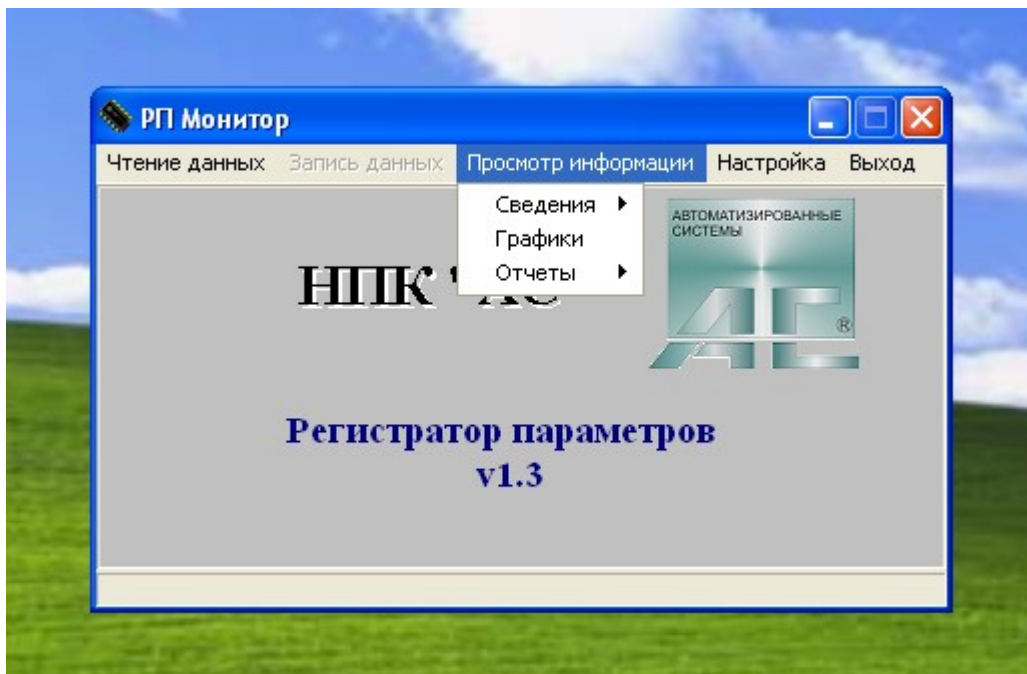

Рис.11
6.4.3. Войдите в **"Просмотр информации"**. В выпадающем окне содержатся три раздела, Рис.11: